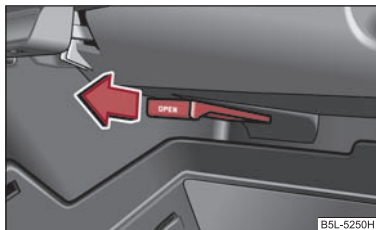

Fig. 88 Torpedoul: Răcirea
- Funcția de răcire se poate porni trăgând de manetă în sensul indicat de săgeată ⇒ fig. 88.